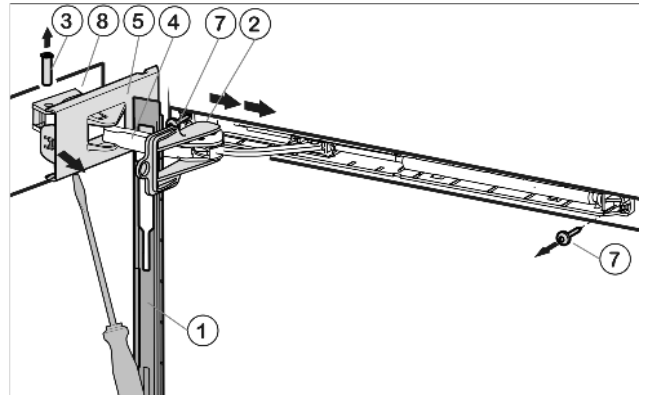

Fig. 5
- ▶ Сдвиньте накладку над амортизационной скобой Fig. 5 (4) в направлении устройства вперед.
- ▶ Зафиксируйте предохранитель Fig. 5 (2) их комплекта поставки в продольном пазе.
- ▶ Отсоедините крышку Fig. 5 (5) со стороны шарнира с помощью отвертки до первого фиксатора.
- ▶ Выдавите палец Fig. 5 (3) снизу.
- ▶ Нажмите амортизационную скобу Fig. 5 (4) в направлении дверцы.
- ▶ Полностью отсоедините и снимите крышку Fig. 5 (5) со стороны шарнира.
- ▶ Снимите накладку Fig. 5 (1).
- ▶ Открутите узел амортизатора закрывания дверцы (2 шт. Torx® 15) Fig. 5 (7).
- ▶ Открутите опорную деталь Fig. 5 (8) и прикрутите ее снова с поворотом на 180° на противоположную сторону. При необходимости просверлите отверстия или используйте аккумуляторную отвертку.